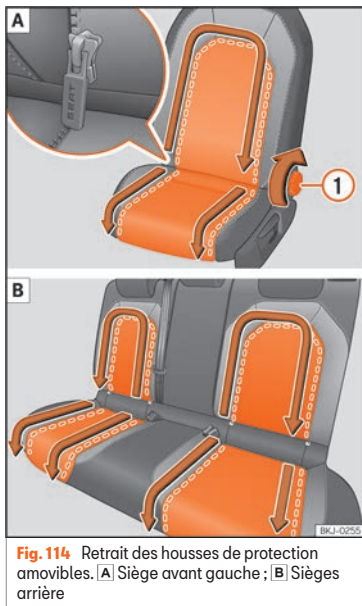
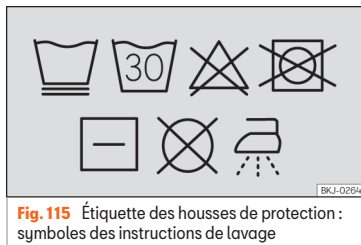

Fig. 114 Retrait des housses de protection amovibles. **A)** Siège avant gauche ; **B)** Sièges arrière
Fig. 115 Étiquette des housses de protection : symboles des instructions de lavage
- Inclinez le dossier vers l'arrière jusqu'à ce que la tirette de la fermeture éclair soit entièrement accessible » » fig. 114 ①¹⁾.
- Tirez sur les tirettes de la fermeture éclair dans le sens des flèches » » fig. 114. La housse de protection interchangeable est désormais libre.
- Tirez sur les tirettes de la fermeture éclair dans le sens contraire des flèches » » fig. 114.
① ATTENTION
• **Instructions de lavage des housses de protection amovibles » » fig. 115 :**